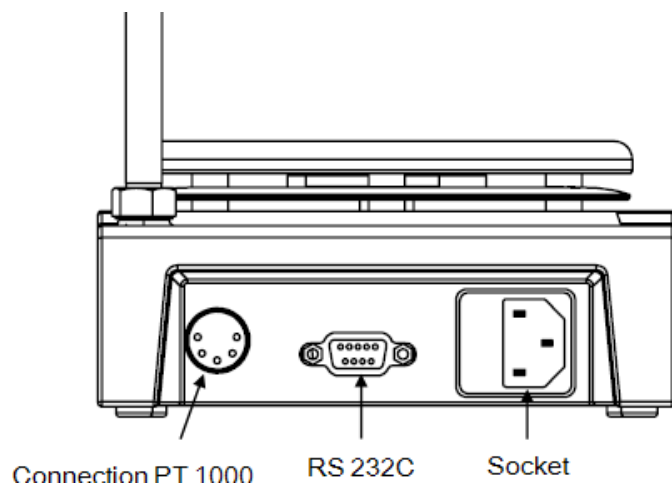

Рисунок 8
- Функции интерфейсных линий между лабораторным прибором и системой автоматизации выбираются из указанных сигналов стандарта EIA RS232C, соответствующего документу DIN66020, части 1. Расположение гнезд см. на рис. 8.